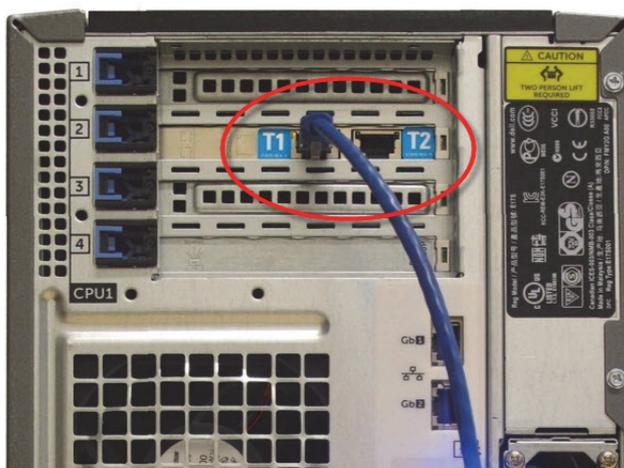

Abbildung 151: Terminalanschlüsse am Controller
2. Trennen Sie das Netzkabel des Terminals von dem mit **T1** oder **T2** bezeichneten Anschluss am Hauptcontroller, und schließen Sie anschließend dieses Kabel an denselben Anschluss am zweiten Controller an. Siehe Abbildung 151.